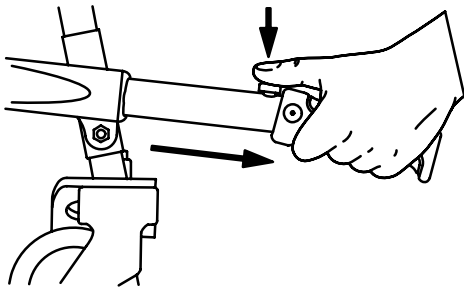

Abbildung 6 – Hebegriffe am Fußende
2. Bediener am Fußende: Die roten Entriegelungstasten drücken, um die Hebegriffe am Fußende auszufahren, und die Griffe bis zum Anschlag herausziehen (Abbildung 6). Die Tasten loslassen, um die Griffe zu arretieren.